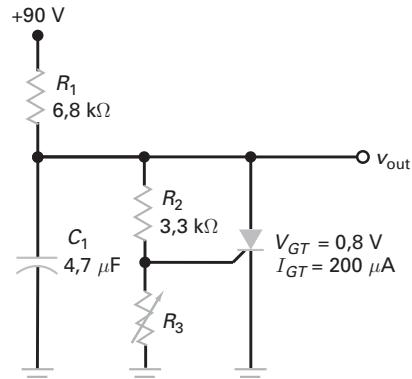

Figura 13-42
- 13-8** Qual é a tensão de pico na saída na Figura 13-42 se R for ajustada para 500 Ω?
- 13-11** Na Figura 13-42, R é ajustada para 750Ω . Qual é a constante de tempo de carga do capacitor? Qual é a resistência equivalente de Thevenin vista do gatilho?